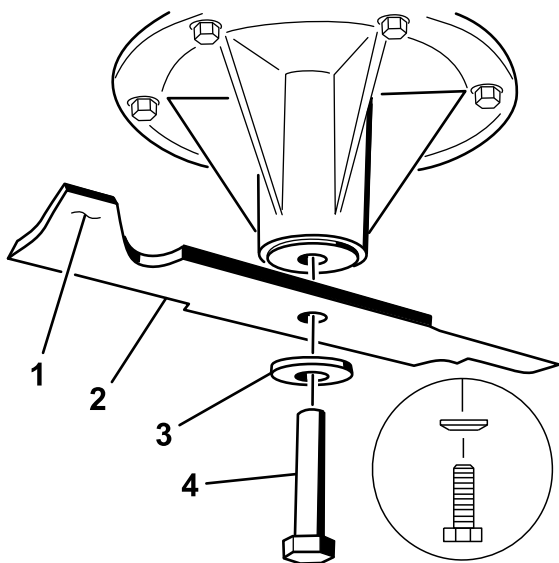

Figura 101
- Montate la lama sull'asse del fusello (Figura 101).
- Montate il disco elastico e il bullone della lama. Il cono del disco elastico deve essere rivolto verso la testa del bullone (Figura 101). Serrate il bullone della lama a 115–149 Nm.